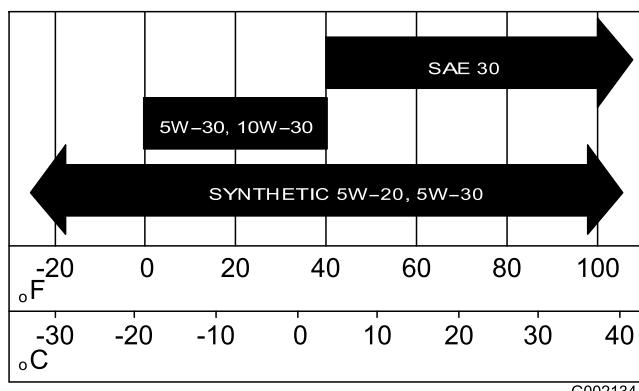

Figura 40
5. Riempite la coppa con olio specificato; fate riferimento a Figura 40 in Cambio dell'olio \(Modelli 07273 e 07273TC\) \(pagina 35\).